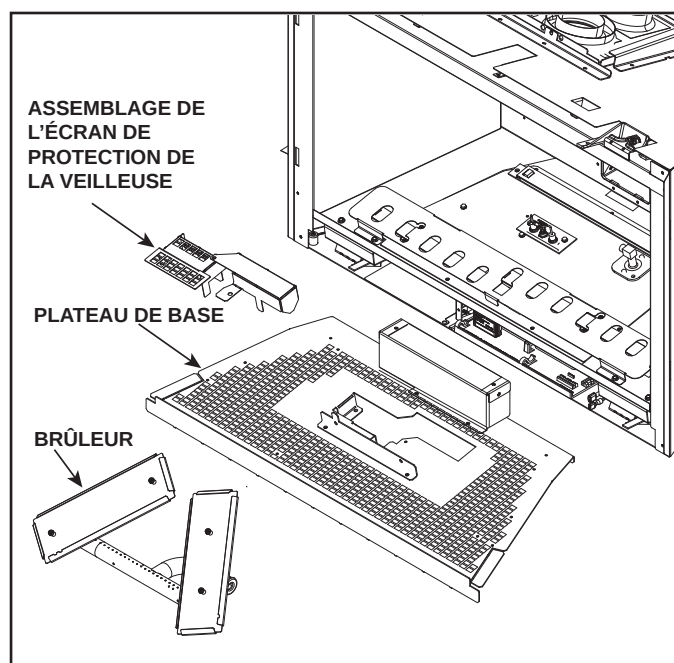

Figure 6.5 Retrait de l'ensemble de protection de la veilleuse, du module du brûleur et Ensemble du plateau de base
1. Retirez la façade décorative, l'assemblage de la vitre, les bûches, le support en verre, l'ensemble de protection de la veilleuse, le module du brûleur, le plateau de base et l'ensemble plaque de vanne. Voir la figure 6.5.
Pour accéder aux ensembles pilote et brûleur, il est nécessaire de retirer l'ensemble bouclier pilote, le module du brûleur et l'ensemble plateau de base. Voir la figure 6.5.
- Retirez la façade décorative, l'assemblage de la vitre, les bûches, le support en verre, l'ensemble de protection de la veilleuse, le module du brûleur, le plateau de base et l'ensemble plaque de vanne. Voir la figure 6.5.